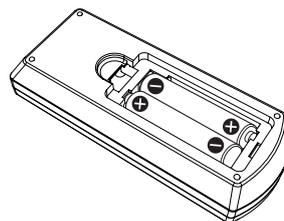

Figura. 2
- 2) Introduzca las pilas y cierre la tapa (introduzca primero el lado "⊖") (Figura 2).